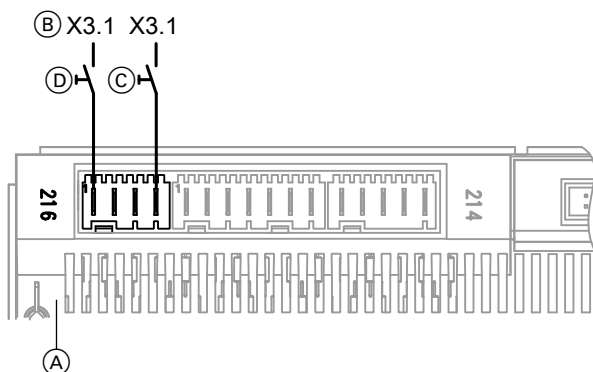

Abb. 30
- An der Wärmepumpenregelung gemäß Abb. 30